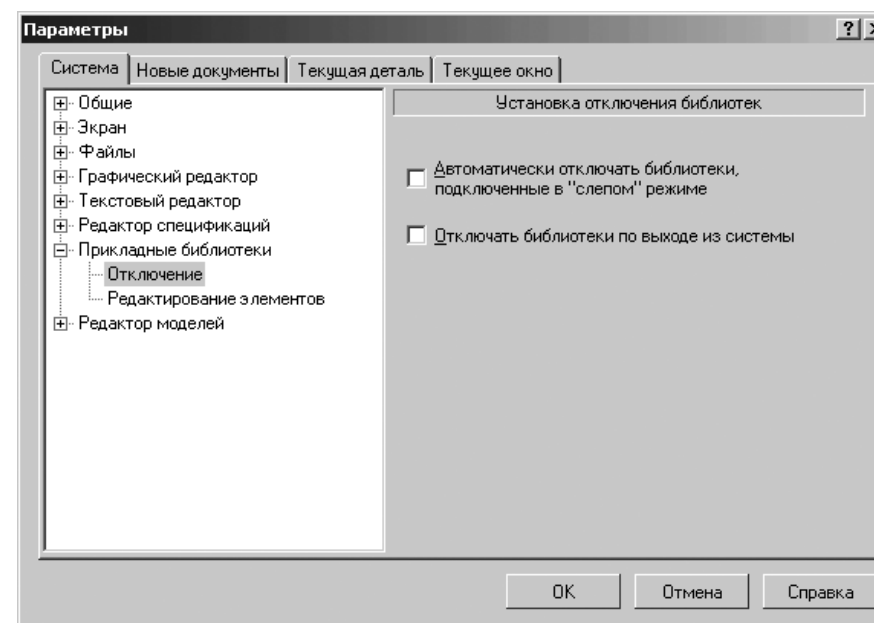

Рис. 9.43. Диалоговое окно **Параметры** с открытой вкладкой **Система** и открытой панелью **Установка отключения библиотек**
- щелкните по пункту **Отключение**. Откроется в правой части диалогового окна панель **Установка отключения библиотек** (рис. 9.43).